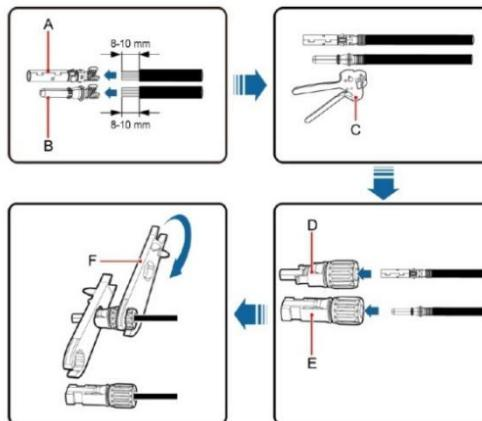

图 5.3 MC4 直流连接器与光伏组串的连接
(1) 按照图 5.3 所示，将光伏组串的输出导线与逆变器配置的直流连接器相连。松开连接器的紧固螺帽；剥去直流线缆的大约为 15mm 绝缘层，用压线钳将标配的金属端子压紧，尾部防水处紧固力矩为 2.5-3Nm。正极和负极连接器的接线方法相同。确认光伏组串的正负极与连接器的正负极正确对应并紧固连接；